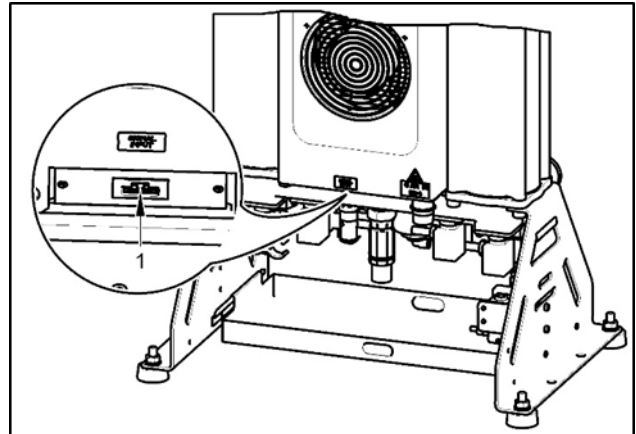

Abb. 16: Anschließen der Steuerung und des Stromkabels
- Überprüfen Sie die Verbindung der Trocknersteuerung und des vom Kompressor ausgehenden Stromsignalkabels. (Abb. 16)